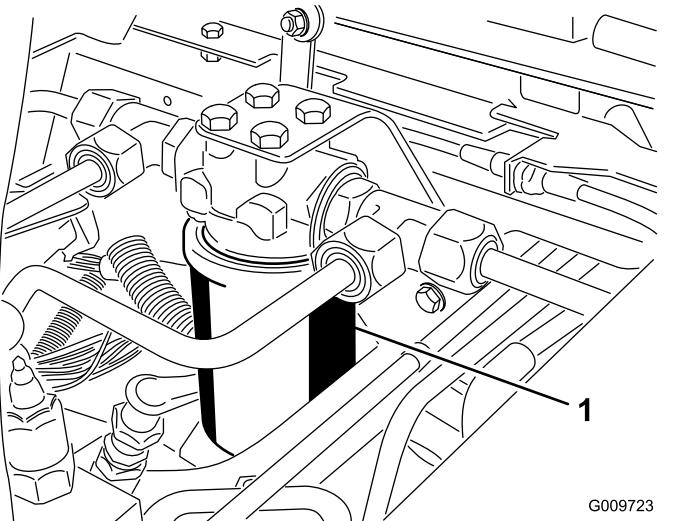
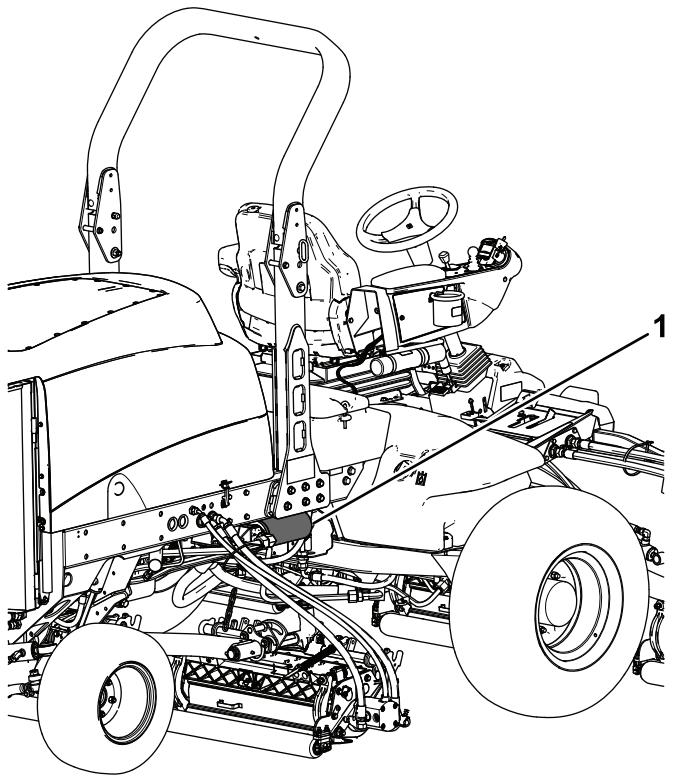

Bild 120
Bild 121
3. Stellen Sie eine Auffangwanne unter den Filter (Bild 120 und Bild 121) und entfernen diesen.